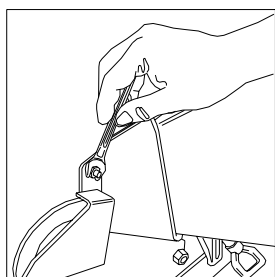

Fig. 13
- Oter la trémie latérale après avoir dévissé les 3 écrous comme indiqué fig. 13 .